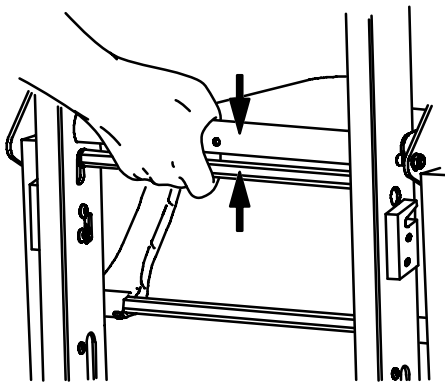

Figur 6 – Løftehåndtag ved fodenden
2. Operatøren i fodenden: Tryk på de røde udløserknapper for at forlænge fodendens løftegreb, og træk grebene ud, indtil de stopper (Figur 6). Slip knapperne for at låse håndtagene.